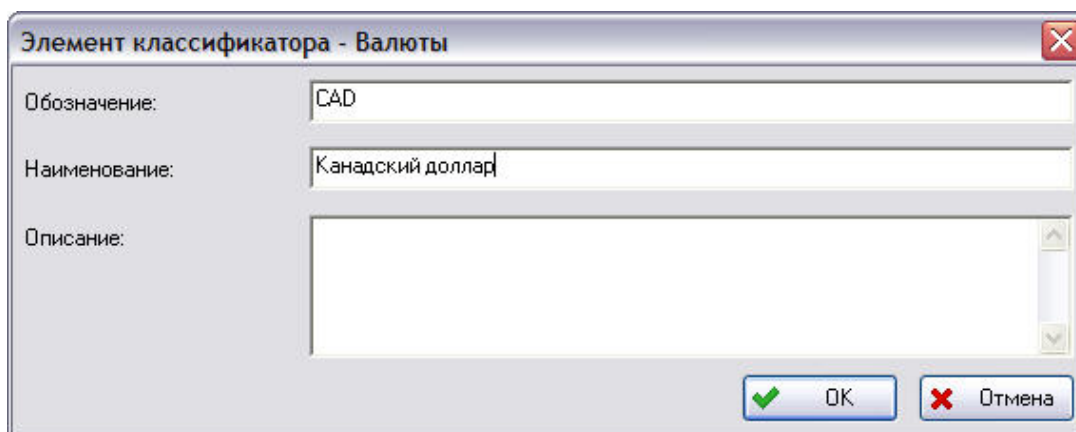

Рис. 2-6
1. В верхней левой части окна нажмите на кнопку **Добавить**. При этом появится диалоговое окно **Элемент классификатора** (рис. 2-6).